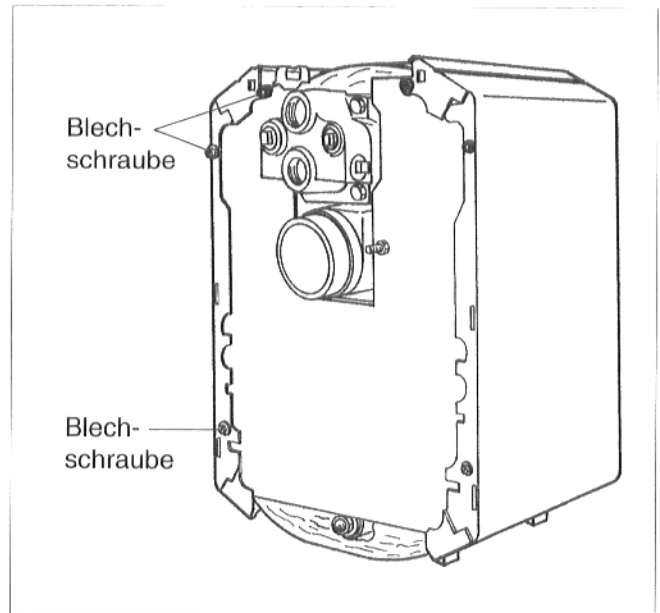

Abb. 22
- Seitenwand hinten oben über die Kesselrückwand schieben und mit Blechschrauben sichern (Abb. 22).